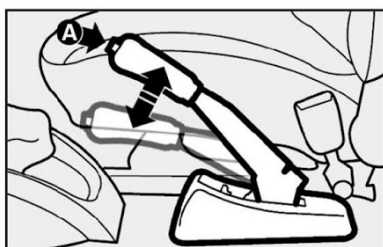

fig. 1
FREIO DE MÃO fig. 1
1) Levantar levemente a alavanca e apertar o botão de desengate **A-fig.1**.
2) Manter apertado o botão e abaixar a alavanca. A lâmpada-piloto (A) apaga-se.